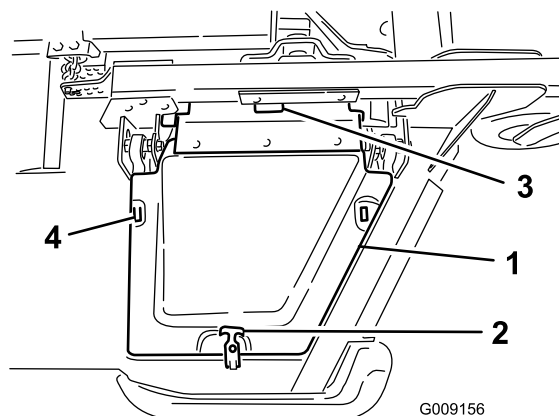

図 6
8. ウイングレットデッキのカバーを取り付け、ゴム製ラッチを掛ける（図 6）。